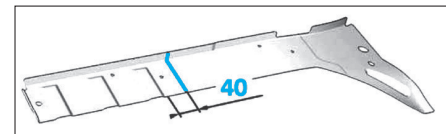

FIG. 57
• Découper les semelles de longeron AR comme illustré (Fig.57).